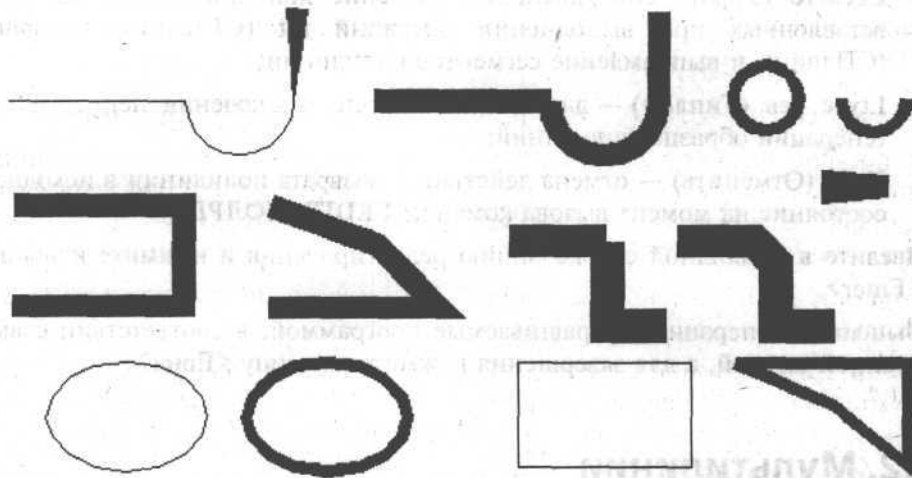

Рис. 13.5. Примеры редактирования полилиний
Команда PEDIT (ПОЛРЕД) используется для редактирования полилиний, прямоугольников, многоугольников, колец и эллипсов (рис. 13.5).
2. В диалоговом окне **Multiline Styles (Стили мультилинии)** (см. рис. 13.5) в списке **Current (Текущий)** выберите имя стиля.